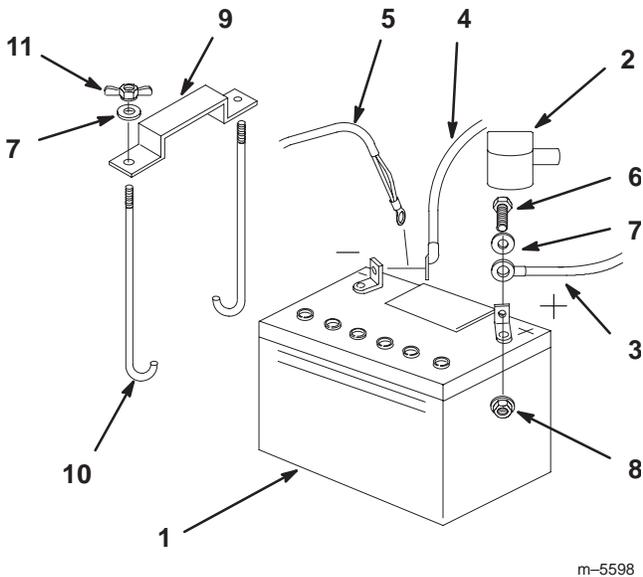

Bild 61
1. Legen Sie die Batterie in den Ständer, wobei die Klemmen zum Motor weisen (Bild 61).
4. Befestigen Sie die Kabel mit zwei Schrauben (1/4 x 3/4 Zoll), 2 Scheiben (1/4 Zoll) und 2 Sicherungsmuttern (1/4 Zoll) (Bild 61).
6. Befestigen Sie die Batterie mit J-Schrauben, Halteschelle, 2 Scheiben (1/4 Zoll) und 2 Flügelmutter (1/4 Zoll) (Bild 61).
3. Klemmen Sie zunächst das Minuskabel und Erdkabel vom Minuspol (-) der Batterie ab (Bild 61).
4. Ziehen Sie die rote Polkappe vom roten Pluspol der Batterie ab. Ziehen Sie dann das rote Pluskabel ab (Bild 61).
5. Entfernen Sie beide Flügelmutter (1/4 Zoll), mit denen die Batterieschelle befestigt ist (Bild 61).